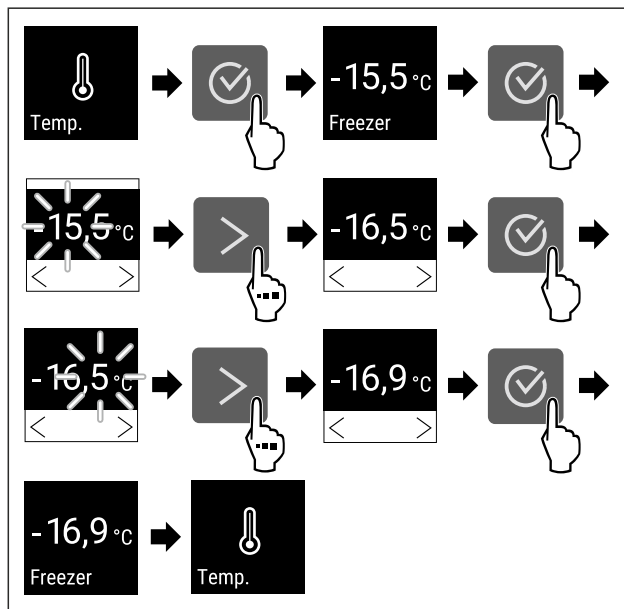

Fig. 65 Schimbarea temperaturii de la -15,5°C la -16,9°C
- ▶ Efectuați pașii de acțiune (vezi Fig. 65).